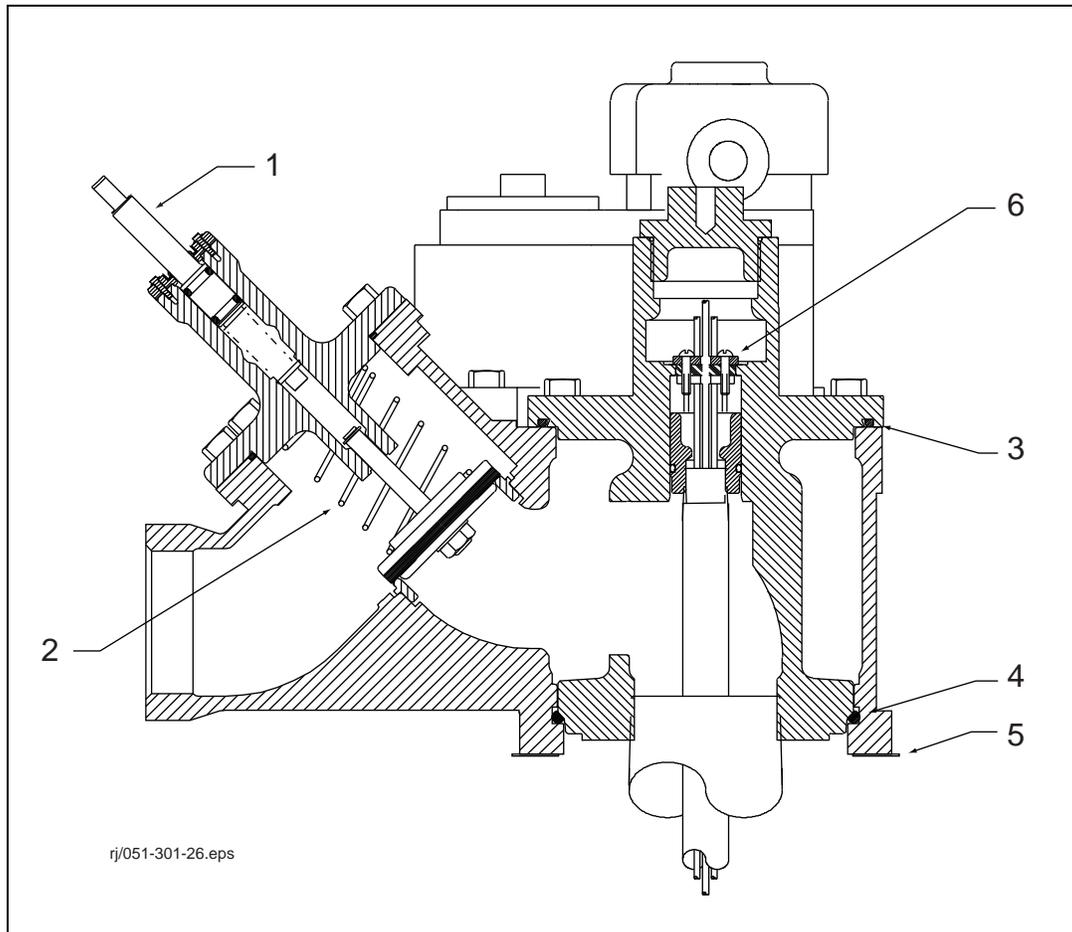

Figura 19. Ensamble del buje eléctrico y válvula de retención
- Reemplace el empaque de anillo inferior (vea la Figura 19, punto N.º 4) en el múltiple y la superficie inferior del cabezal de Extracta (vea la Figura 19, punto N.º 3).